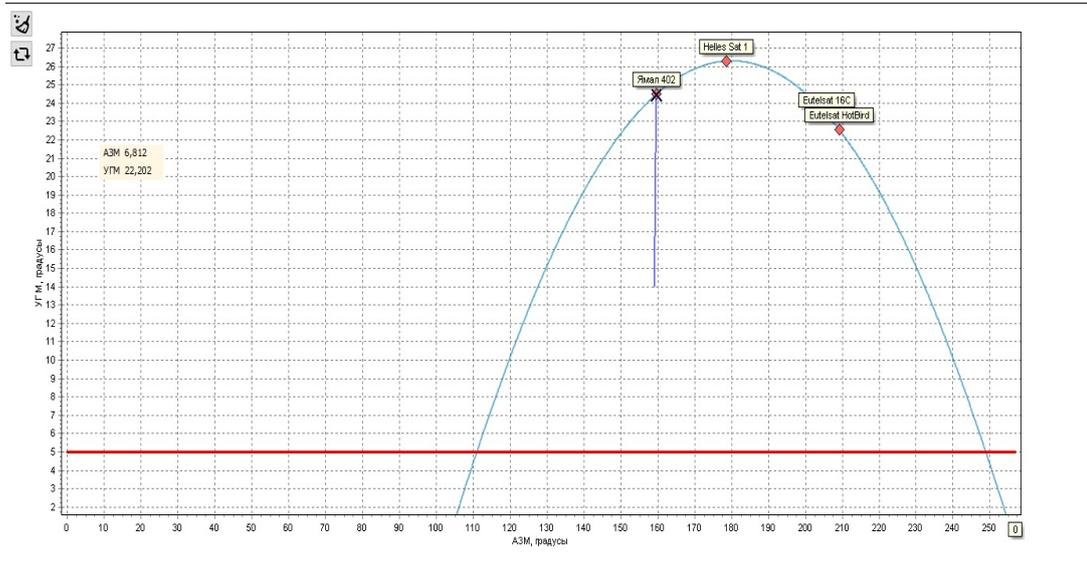

Рисунок 6.1.4 Вид панели графического отображения.
4) Панель графического отображения (рисунок 6.1.4).